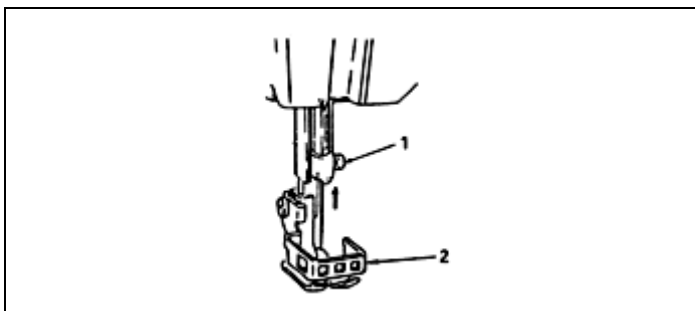

Fig. 3.
6. INSERÇÃO DA AGULHA (Fig. 3)
<p>Desligue a máquina.</p> <p>Não opere sem o protetor de dedo (2). (Vide Fig. 3)</p> <p>Perigo de danos pessoais.</p>